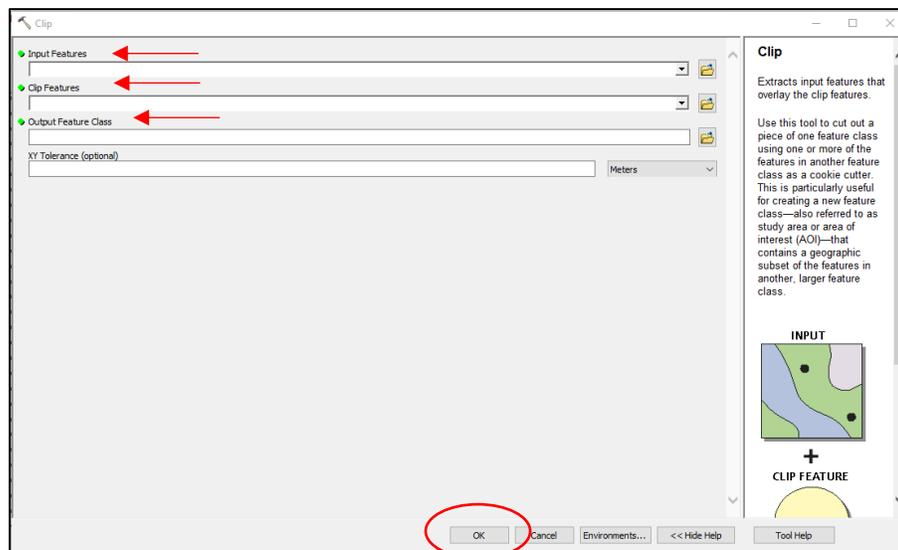

Figura 11. Recortar cuadrícula de parcelas
- 1.2 Ajustar la cuadrícula para el(las) Área(s) de Actividad (Figura 11).